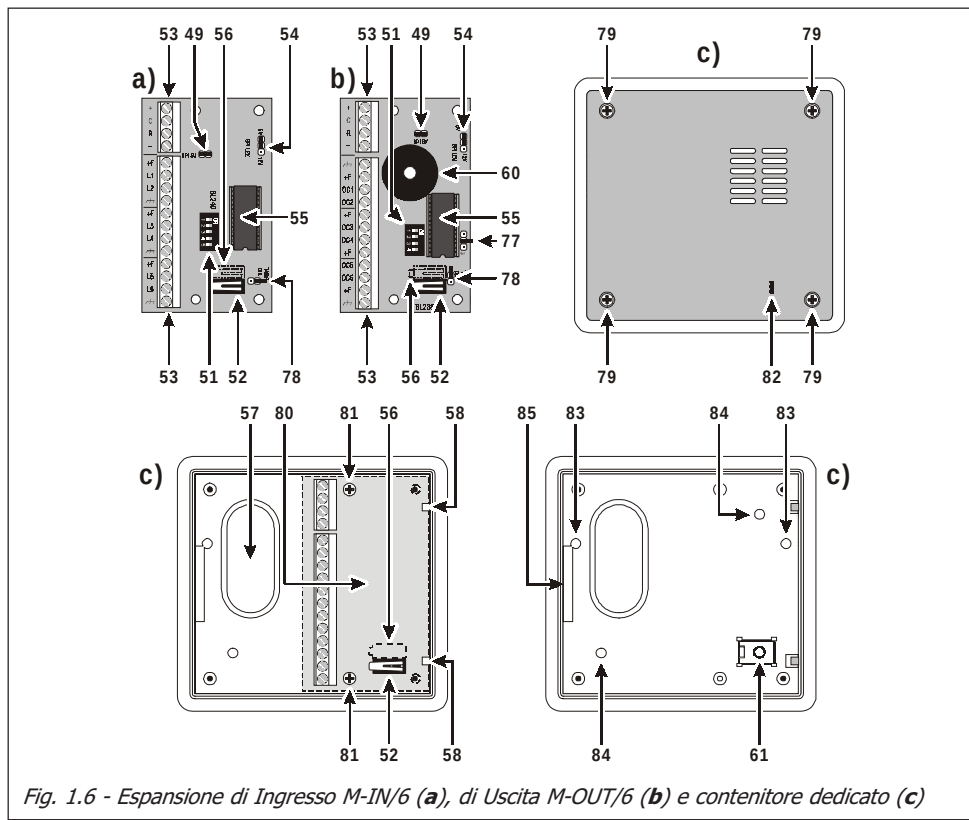

Fig. 1.6 - Espansione di Ingresso M-IN/6 (a), di Uscita M-OUT/6 (b) e contenitore dedicato (c)
5. Riposizionare la scheda elettronica dell’Espansione (vedi Fig. 1.6) bloccandola sotto i ganci di ritegno [58] e fissandola con le due viti [81] in dotazione